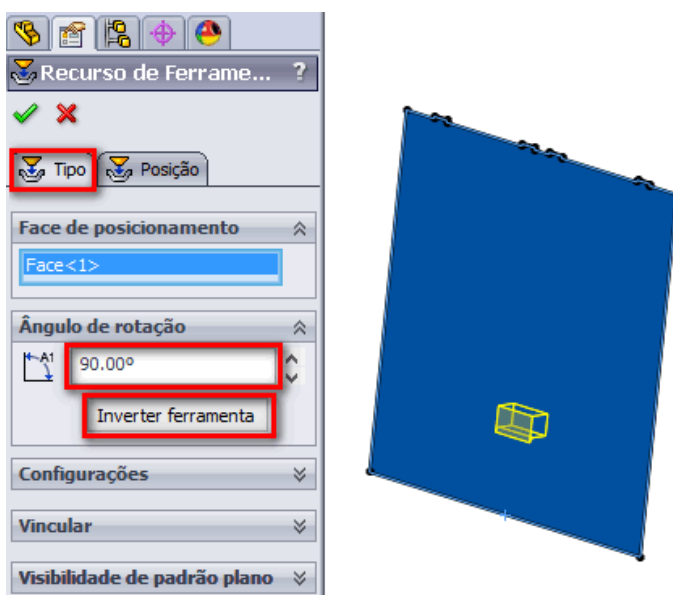

Figura 2.49 - Propriedades da ferramenta **Forming tools**.
7.23. Rotacione e/ou inverta a ferramenta nos campos indicados a fim de se obter a configuração da Figura 2.49.